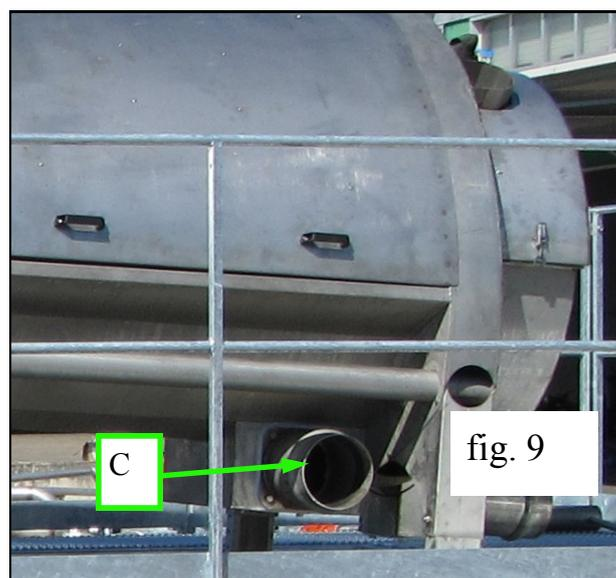

fig. 9
6) Il tubo dello scarico liquido (diametro 150) è posto nella parte inferiore della macchina nel punto C fig. 9